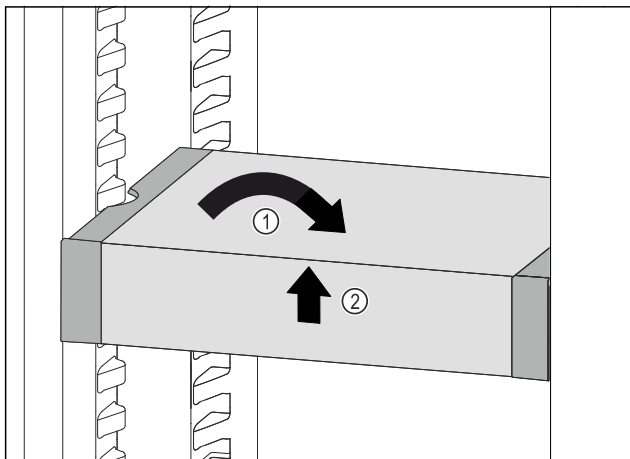

Fig. 55
- ▶ VarioSafe recht zetten. Fig. 55 (1)
- ▶ VarioSafe aan voorkant optillen. Fig. 55 (2)